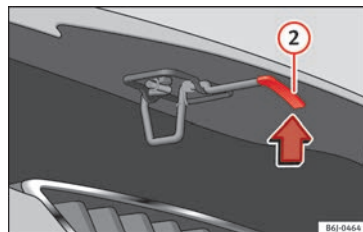

Fig. 7 Leva bajo el capó.
- Levantar el capó: haga presión hacia arriba sobre el saliente situado debajo del capó » **fig. 7** ②. El gancho de sujeción queda desbloqueado.